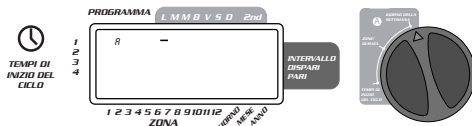

FIGURA 7: Visualizzatore LCD con i giorni di annaffiamento
- Ruotare il selettore girevole su **GIORNO D'IRRIGAZIONE** nel programma A. Il visualizzatore mostrerà una "A" ed il cursore lampeggerà sotto i giorni della settimana **L, M, M, G, V, S, D** (Lunedì, Martedì, ecc.) [Vedi figura 7].